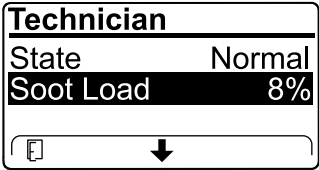

Figura 32
- Veja a carga de fuligem que é medida como percentagem de fuligem no DPF (Figura 32); consulte a tabela de carga de fuligem.